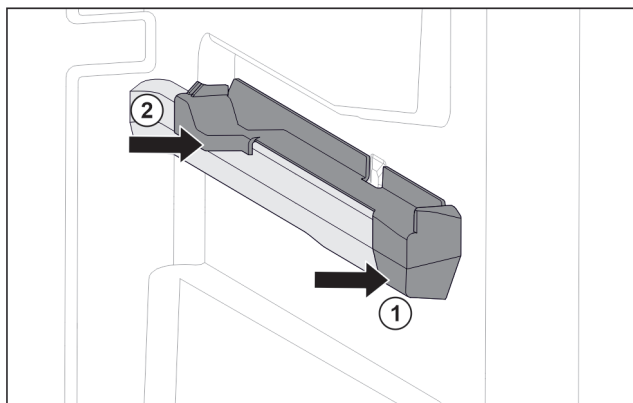

Fig. 94 Insteekelament op rechter containerrib
- Insteekelament voor tegen containerrib plaatsen. Fig. 94 (1)
- Insteekelament achter aandrukken. Fig. 94 (2)